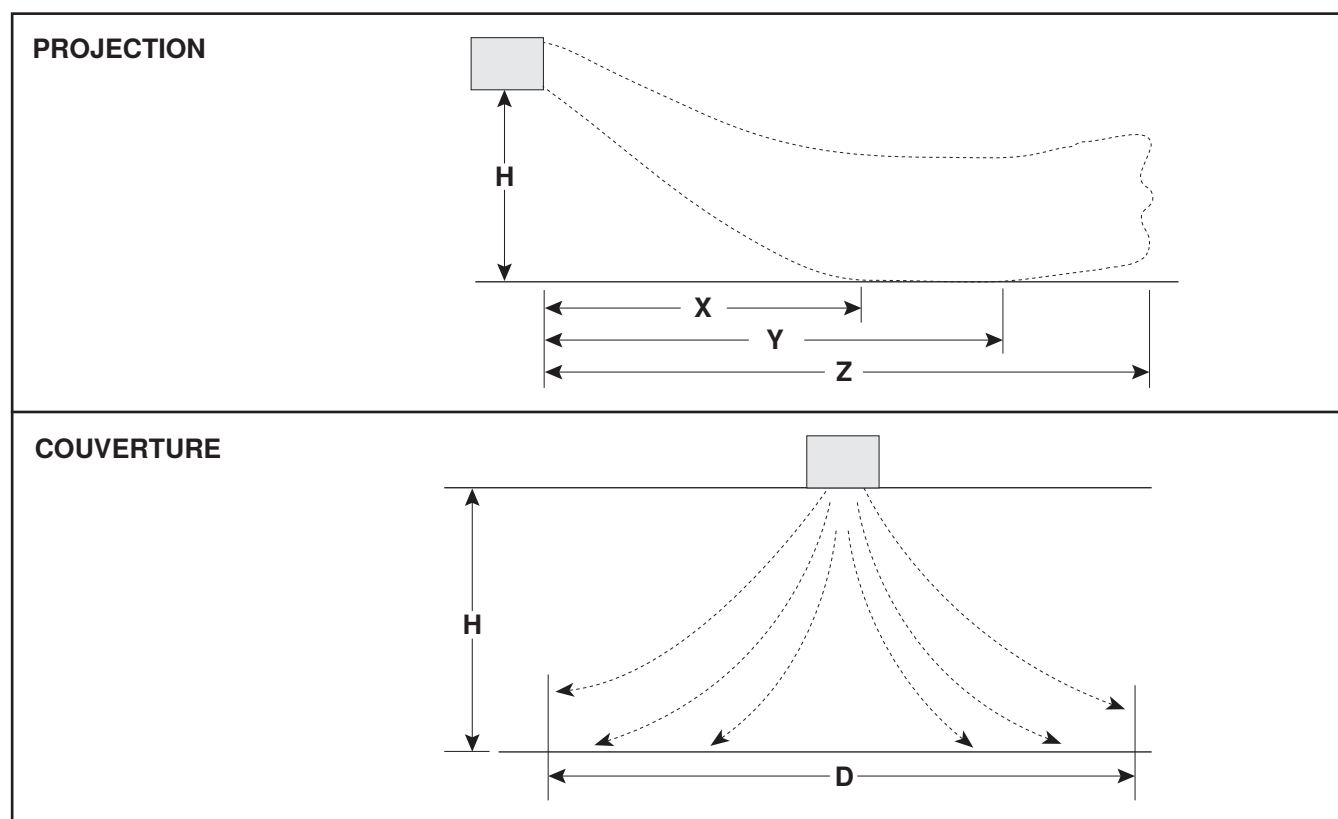

Figure 2. Motifs de projection et couverture du radiateur (reportez-vous au Tableau 3)
La Figure 2 montre les schémas de projection et de couverture et le Tableau 3 énumère les distances de projection et de couverture pour les radiateurs suspendus à différentes hauteurs et angles de montage avec décharge latérale ou vers le bas. Dans le graphique et le tableau ci-dessous :
*Voir Figure 2.